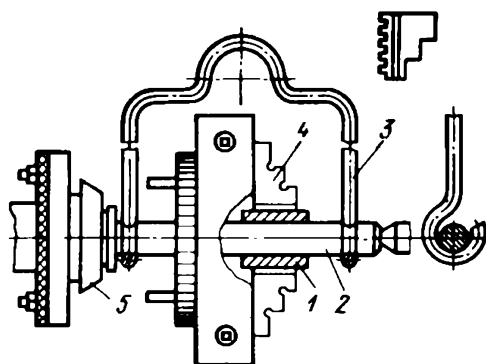

Рис. 4
2. Установить патрон диаметром более 320 мм на шпинделе станка (рис. 4).